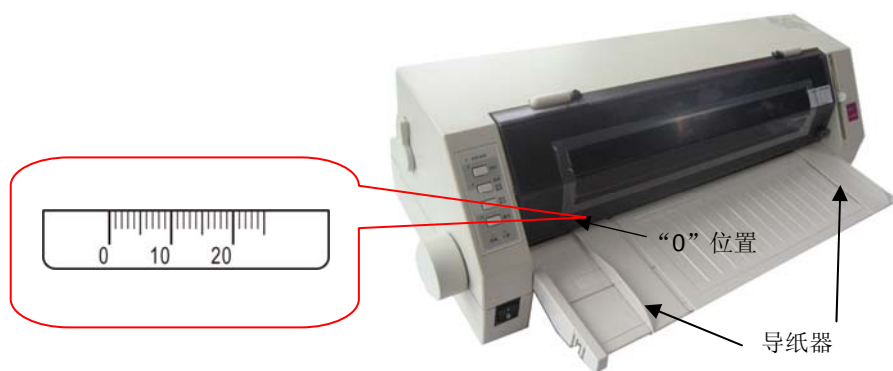

图 3-3 调整导纸器位置
3. 根据打印机盖子左边的标示，调整单页纸位置导纸器。A4 和信纸的有效打印起始位置如图 3-3 标示在机盖左下方“0”位置（纸的左边沿要处于有效打印起始位置的左边适当位置）。